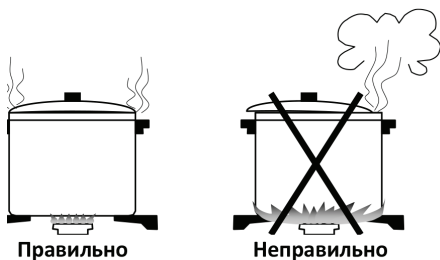

Рис. 13
8. Размеры посуды (см. табл.2 и рис.13) и режим работы конфорок нужно выбирать таким образом, чтобы пламя не выходило за края и не «лизало» боковые стенки.